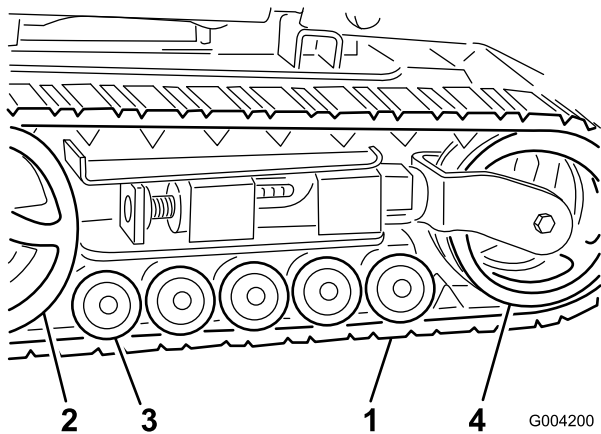

Figure 38
**Important:** Nettoyez soigneusement les galets de roulement, la roue de tension et le barbotin d'entraînement (Figure 38). Les galets de roulement doivent tourner librement lorsqu'ils sont propres.